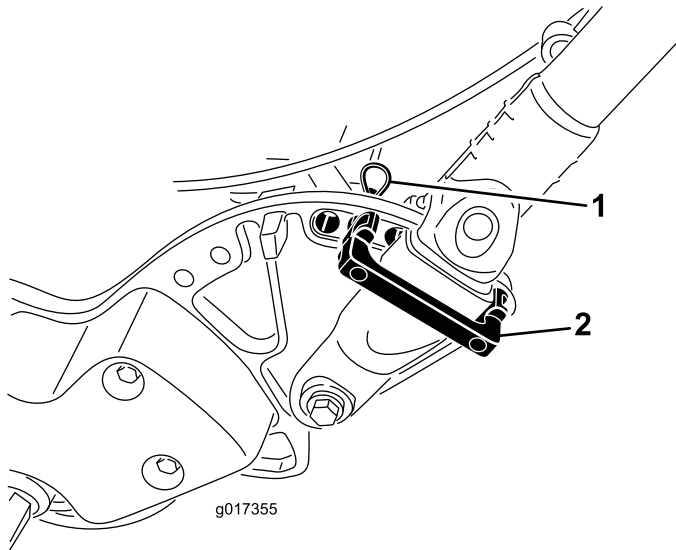

Bild 28
1. Nehmen Sie an jeder Seite des Rasenmähers die Splints aus den Griffbefestigungen (Bild 28).
2. Stützen Sie den Griff ab. Nehmen Sie die Splints an jeder Seite ab. Drehen Sie den Griff auf die gewünschte Einsatzposition (Bild 28).